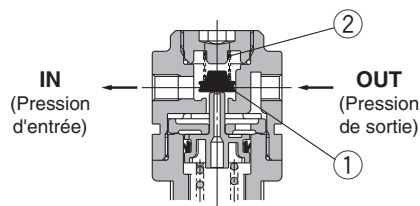

Figure 2
Lorsque la pression à l'admission est supérieure à la pression de réglage, le clapet antiretour fonctionne comme un régulateur normal (Figure 1). Lorsque la pression à l'admission est coupée et évacuée, la pression à l'admission appliquée au clapete ① est perdue. La force d'appui du clapet ① réside dans la force du ressort ② uniquement. Lorsque la vanne ① s'ouvre sous l'effet de la force de sortie, la pression de sortie sera évacuée côté admission. (Figure 2)